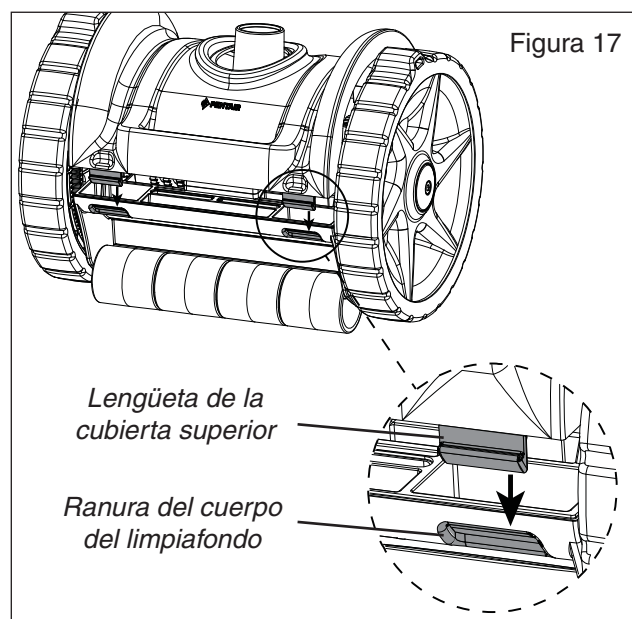

Figura 17
10. Coloque las lengüetas del lado posterior de la cubierta superior en las ranuras del lado posterior del cuerpo del limpiafondos (Véase la **Figura 17**). Una vez que estas lengüetas encajen en las ranuras, la parte frontal de la cubierta encajará en su lugar.